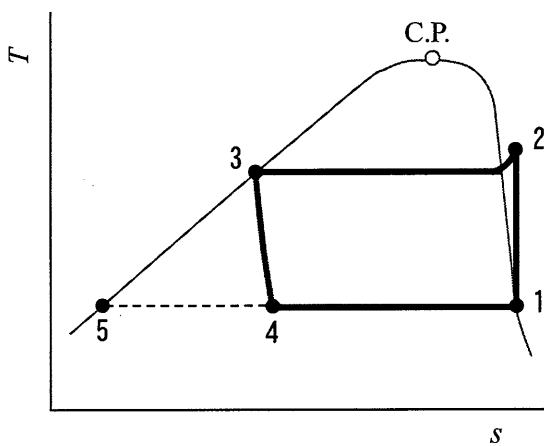
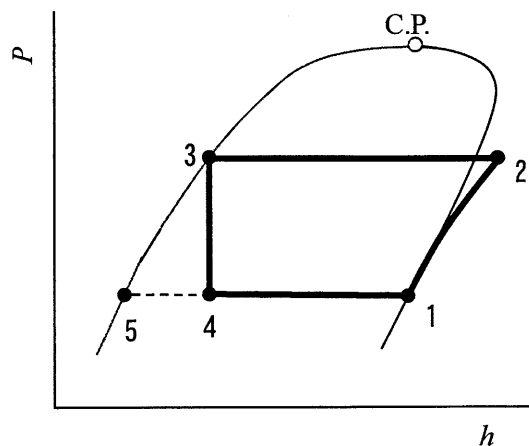

図1 $T-s$ 線図
図2 $P-h$ 線図
ある蒸気圧縮冷凍サイクルの理論サイクルの $T-s$ 線図を図1に、 $P-h$ 線図を図2に示す。図1及び図2において、作動流体である冷媒については、 T は熱力学温度、 P は圧力、 h は比エンタルピー、 s は比エントロピーを表し、C.P.は臨界点を示す。また、1～5は冷媒の熱力学的状態点を示し、各状態点の状態量を示す記号にはその状態点の番号を添字として用いる。
i) 蒸気圧縮冷凍サイクルは、作動流体である冷媒の圧力による 1 の違いを利用した逆ランキン冷凍サイクルである。図1及び図2で冷媒は $1 \rightarrow 2 \rightarrow 3 \rightarrow 4 \rightarrow 1$ の順に状態変化しながら循環している。
2) 図1及び図2に示すサイクルにおいて、冷媒 1kg 当たりで考える。